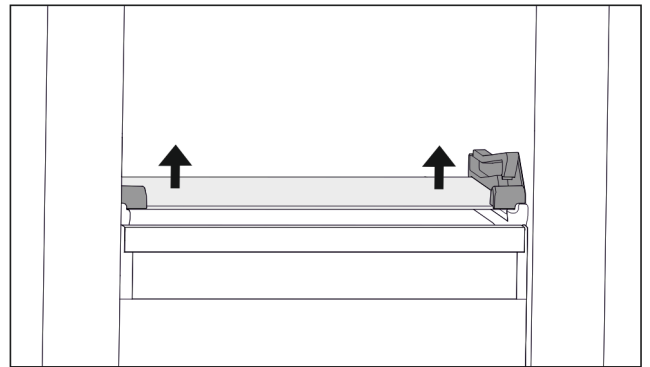

Fig. 107 Скляна пластина відкидного висувного ящика
- ▶ Скляну пластину натиснути з обох боків знизу вгору. (див. Fig. 107)